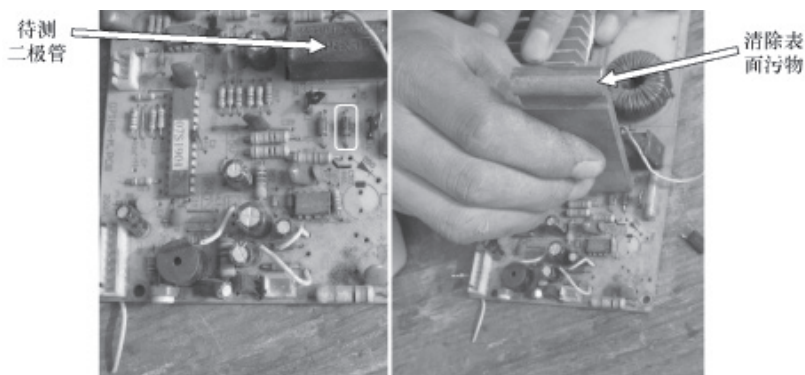

图 2-52 清除二极管表面污物
1) 小心对二极管两端的引脚进行清洁，去除表面污物，如图 2-52 所示，以确保测量准确。